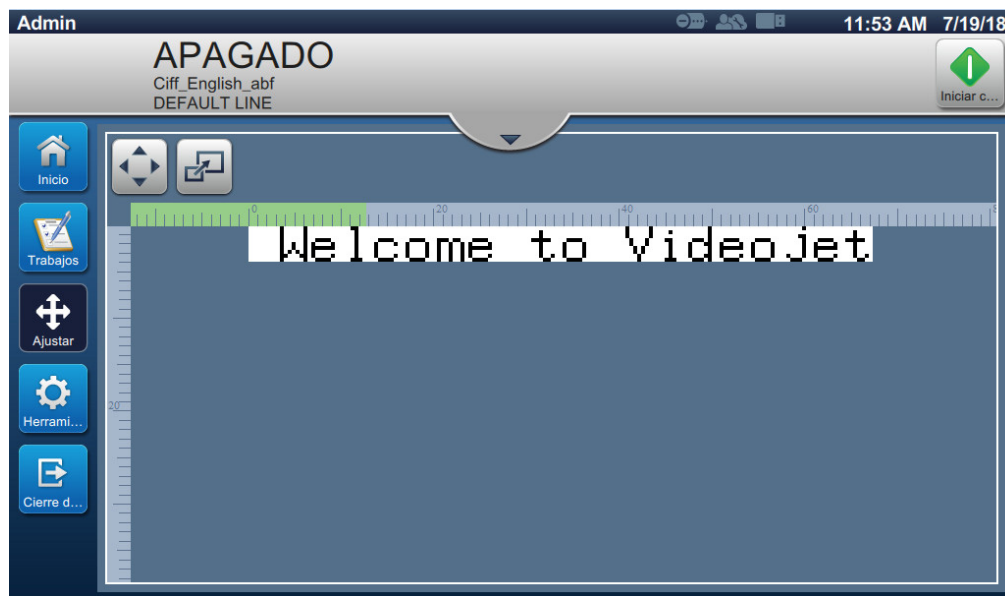

Figura 4-8. Ventana Ajustar
1. Pulse el botón  en la pantalla de inicio. Se abrirá la pantalla mostrada en la Figura 4-8.